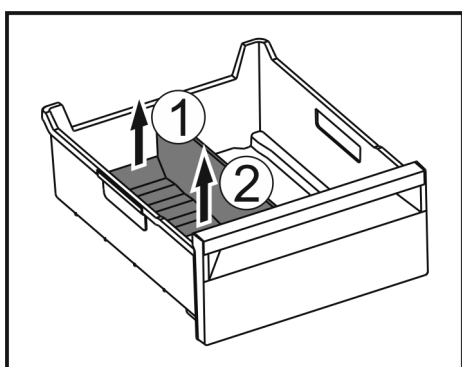

Fig. 209
- Zvedněte zadní část přepážky přihrádky na led. Fig. 209 (1)
- Přepážku přihrádky na led vyjměte nahoru. Fig. 209 (2)